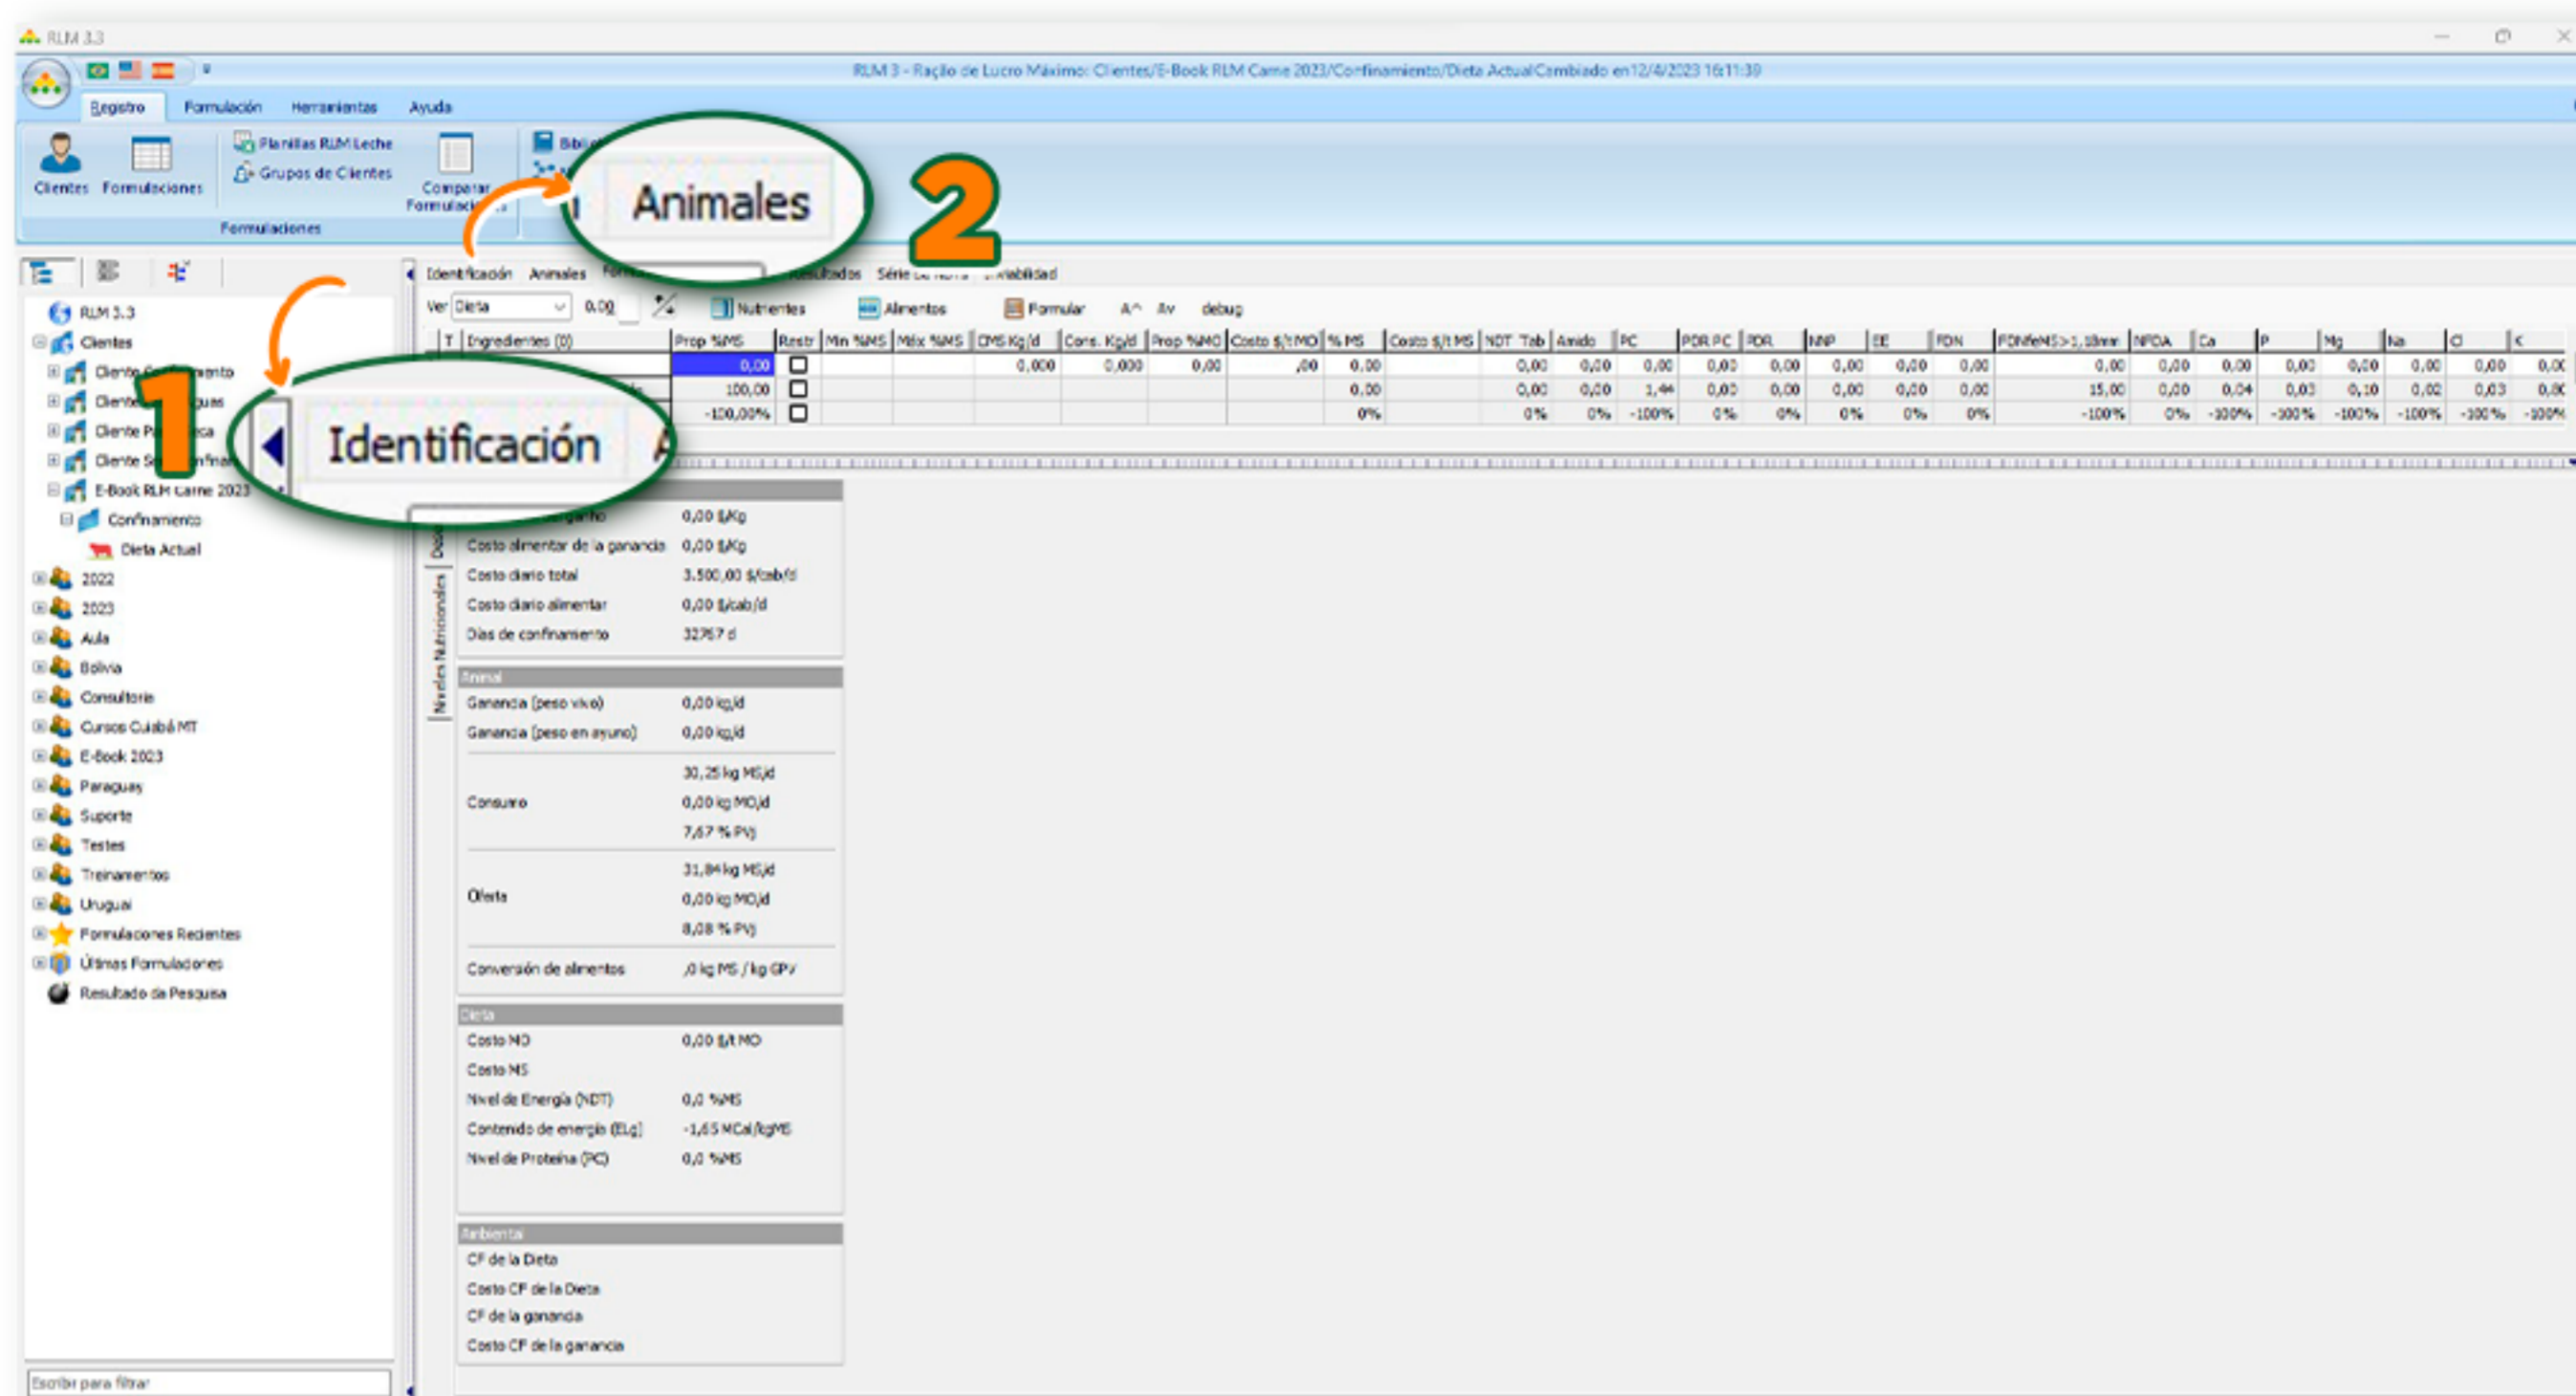

FIGURA 1.7 - VENTANAS "IDENTIFICACIÓN" (1) Y "ANIMALES" (2)
- *La raza (4) determina el modelo que será utilizado, tropicalizado (Nelore) o no, considerando que en Paraguay no está permitido el uso de implantes.
- *El ajuste de la ganancia compensatoria (5) tiene una gran influencia en la ganancia de peso y debe manipularse con cuidado.
- *El número de animales (6) impactará el costo total de la operación y determinará la cantidad de alimento para ejecutar el proyecto (demanda de la fábrica de alimentos), pero no influye en el resultado de la formulación.
- *Las pérdidas (6) representan lo que no se consume, por lo que no afecta el desempeño de los animales, pero sí impacta el desempeño económico de la operación y la oferta/animal/día.
- *Los aditivos (7) interfieren con la conversión alimenticia y afectan el consumo y la ganancia de peso según el modelo predeterminado por RLM.
Estas ventanas se pueden acceder y cambiar más tarde. Para hacerlo, simplemente haga clic en las ventanas "Identificación" (1) o "Animales" (2), resaltadas a (Figura 1.7).